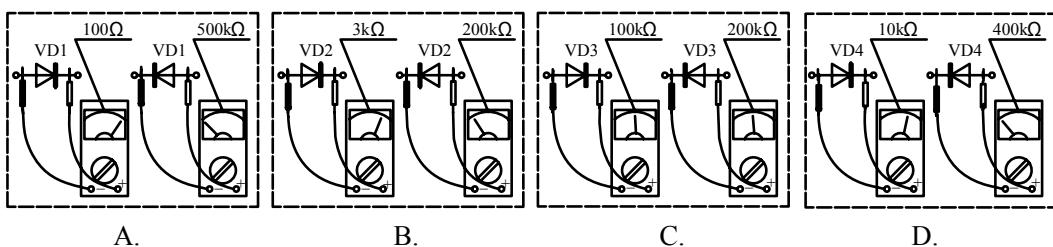

图 1-4
26. 用万用表测试同类型的四只二极管的正反向阻值如图 1-4 所示，较好的二极管是（ ）